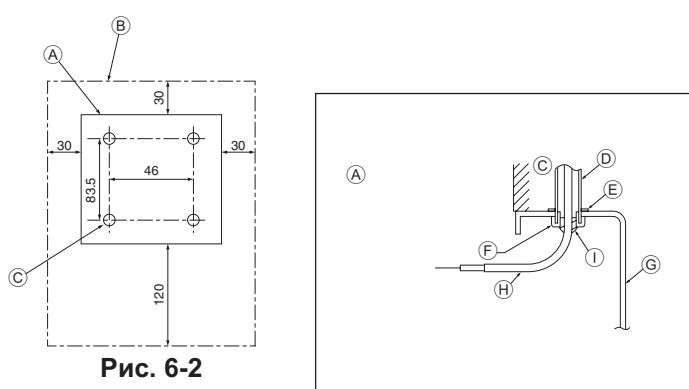

Рис. 6-2
(1) Выберите место установки пульта дистанционного управления. (Рис. 6-2) Датчики температуры расположены как на пульте дистанционного управления, так и на внутреннем приборе.
- (A) Пульт дистанционного управления в разрезе
- (B) Требуемое свободное пространство вокруг пульта дистанционного управления
- (C) Шаг установки